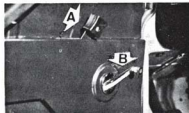

Fig. 32.
- A. Permite al desplazarlo hacia atrás la apertura de la puerta (fig. 32).